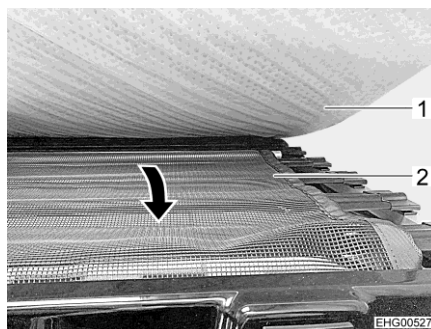

Fig. 52 Rete protettiva
- Sfilare la rete protettiva (Fig. 52,2) sotto il materasso (Fig. 52,1) e tenderla sopra l'apertura di ingresso.